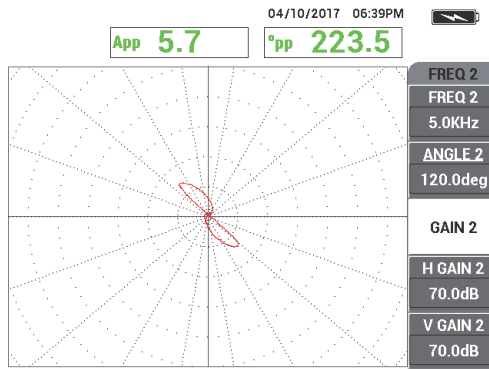

Abbildung 5-167 Signal des Thru-Wall-Lochs für Frequenz 2
6. Prüfen Sie langsam nur das Thru-Wall-Loch von 1,3 mm mit Drücken des Fußschalters ERASE, wie benötigt, um den Bildschirm zu löschen. Wird das Signal des Lochs auf dem NORTEC 600 angezeigt, drücken Sie die Direktzugriffstaste FREEZE (❄️) [siehe Abbildung 5-167 auf Seite 263].